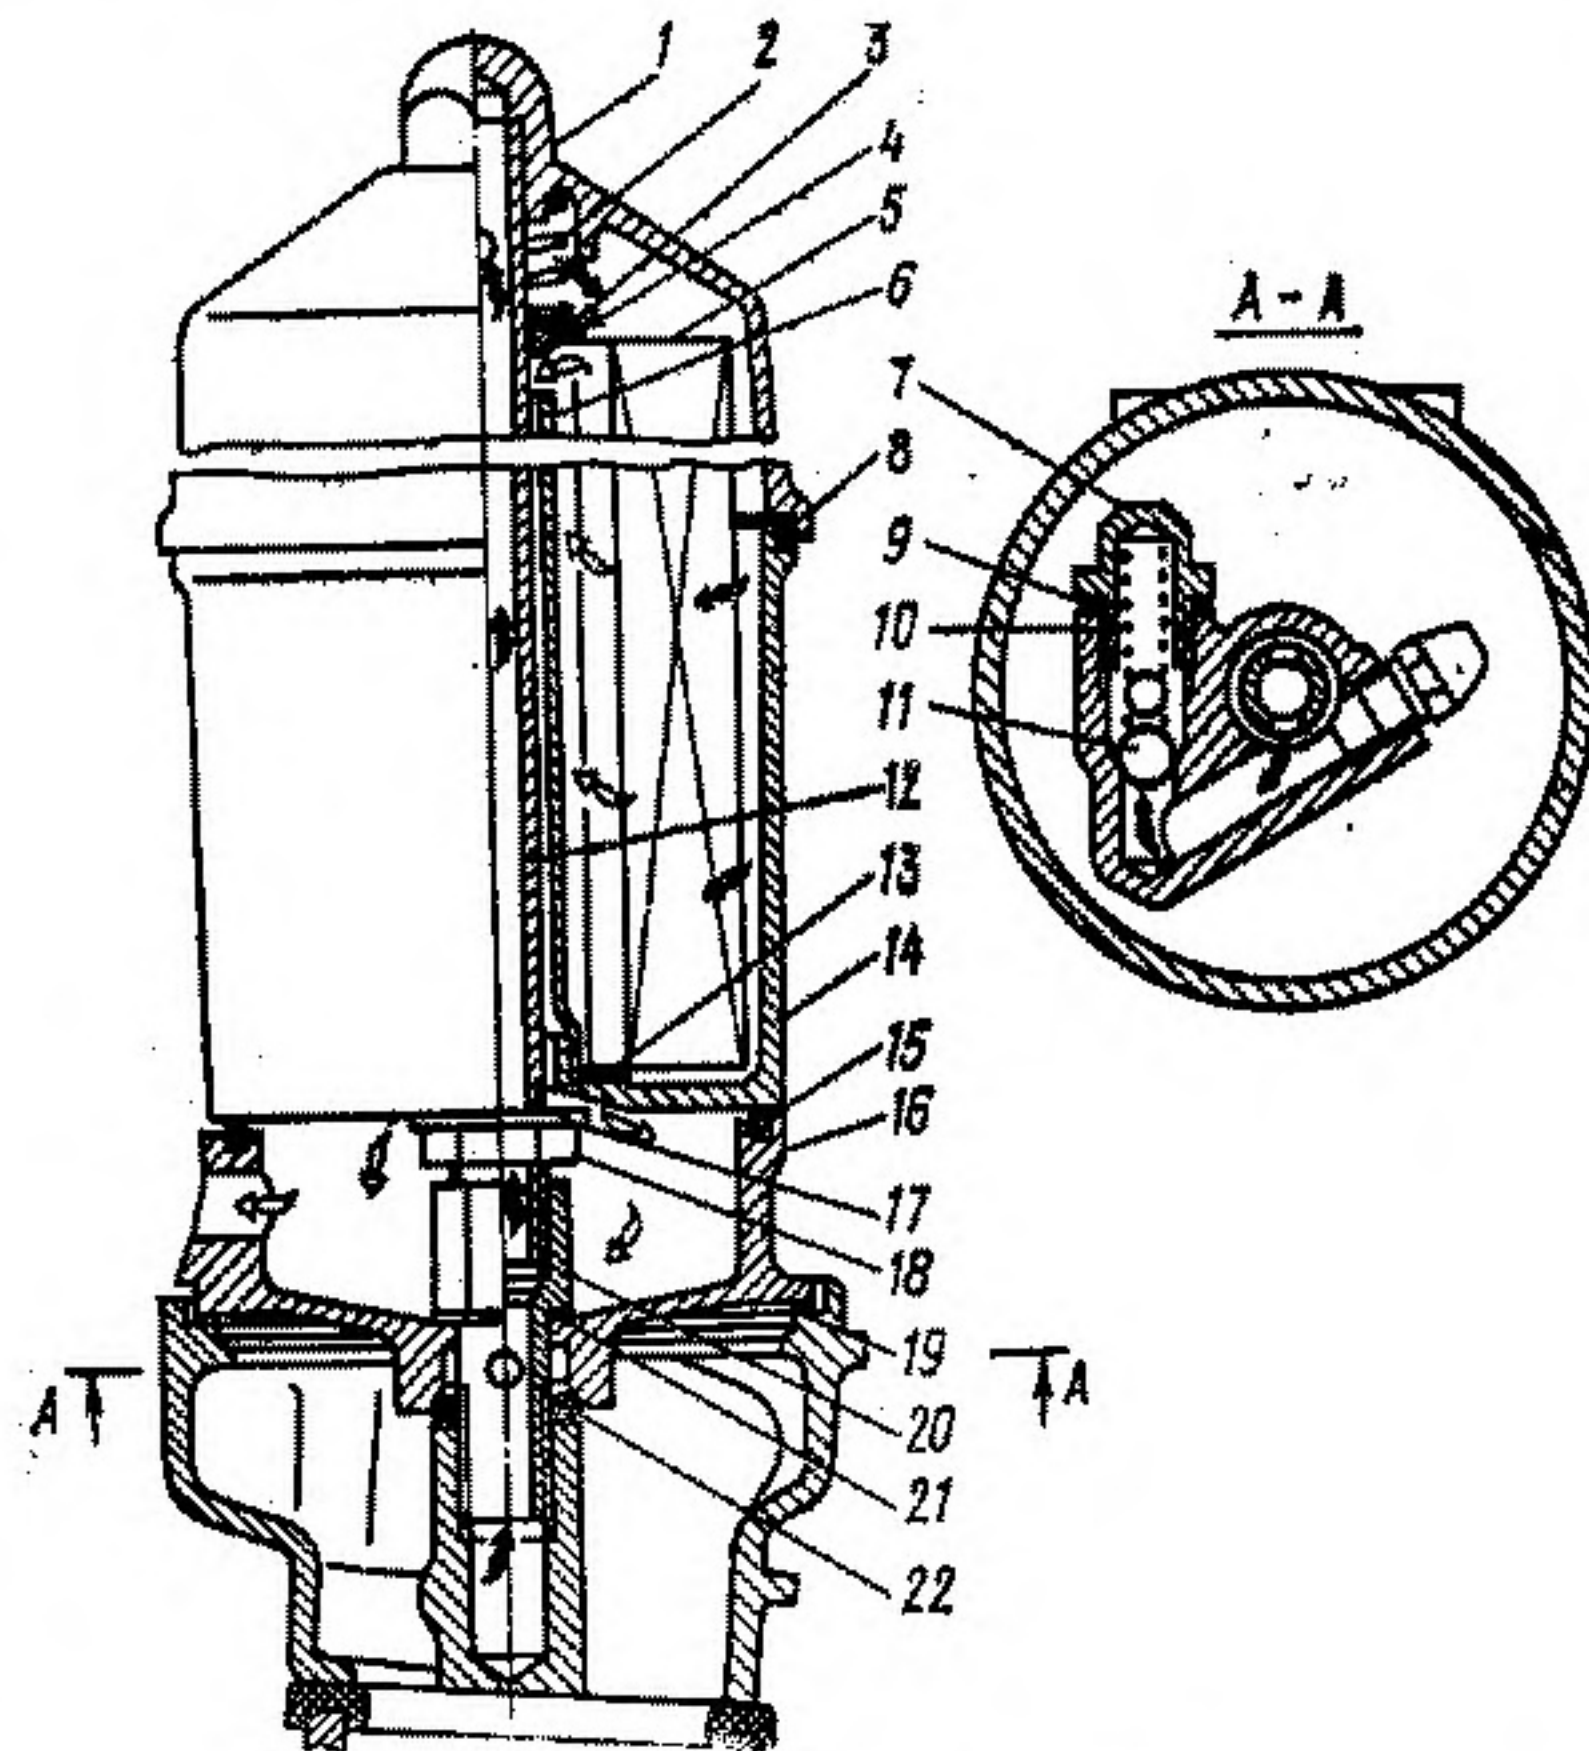

Рис. 27. Масляный фильтр:
1. Отвернуть фильтр руками за его верхнюю часть. При заедании допускается отворачивать фильтр ключом 30 мм за шестигранник на верхней части корпуса 1 (рис. 27).